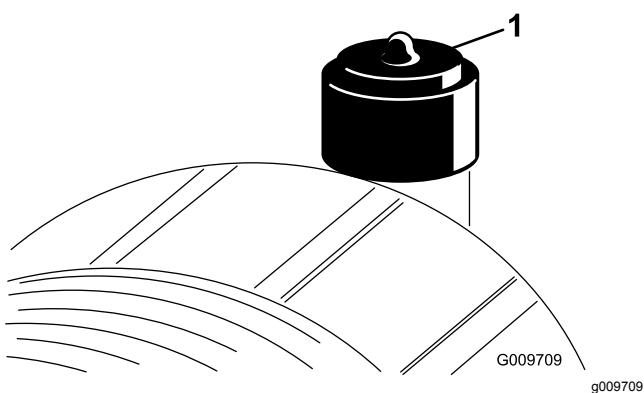

Figura 75
Effettuate la manutenzione del filtro dell'aria quando l'indicatore (Figura 75) lo richiede. Sostituendo il filtro dell'aria prima del necessario si aumenta il rischio che la morchia penetri nel motore quando si toglie il filtro.
2. Se la spia (Figura 75) è rossa, resettatela.